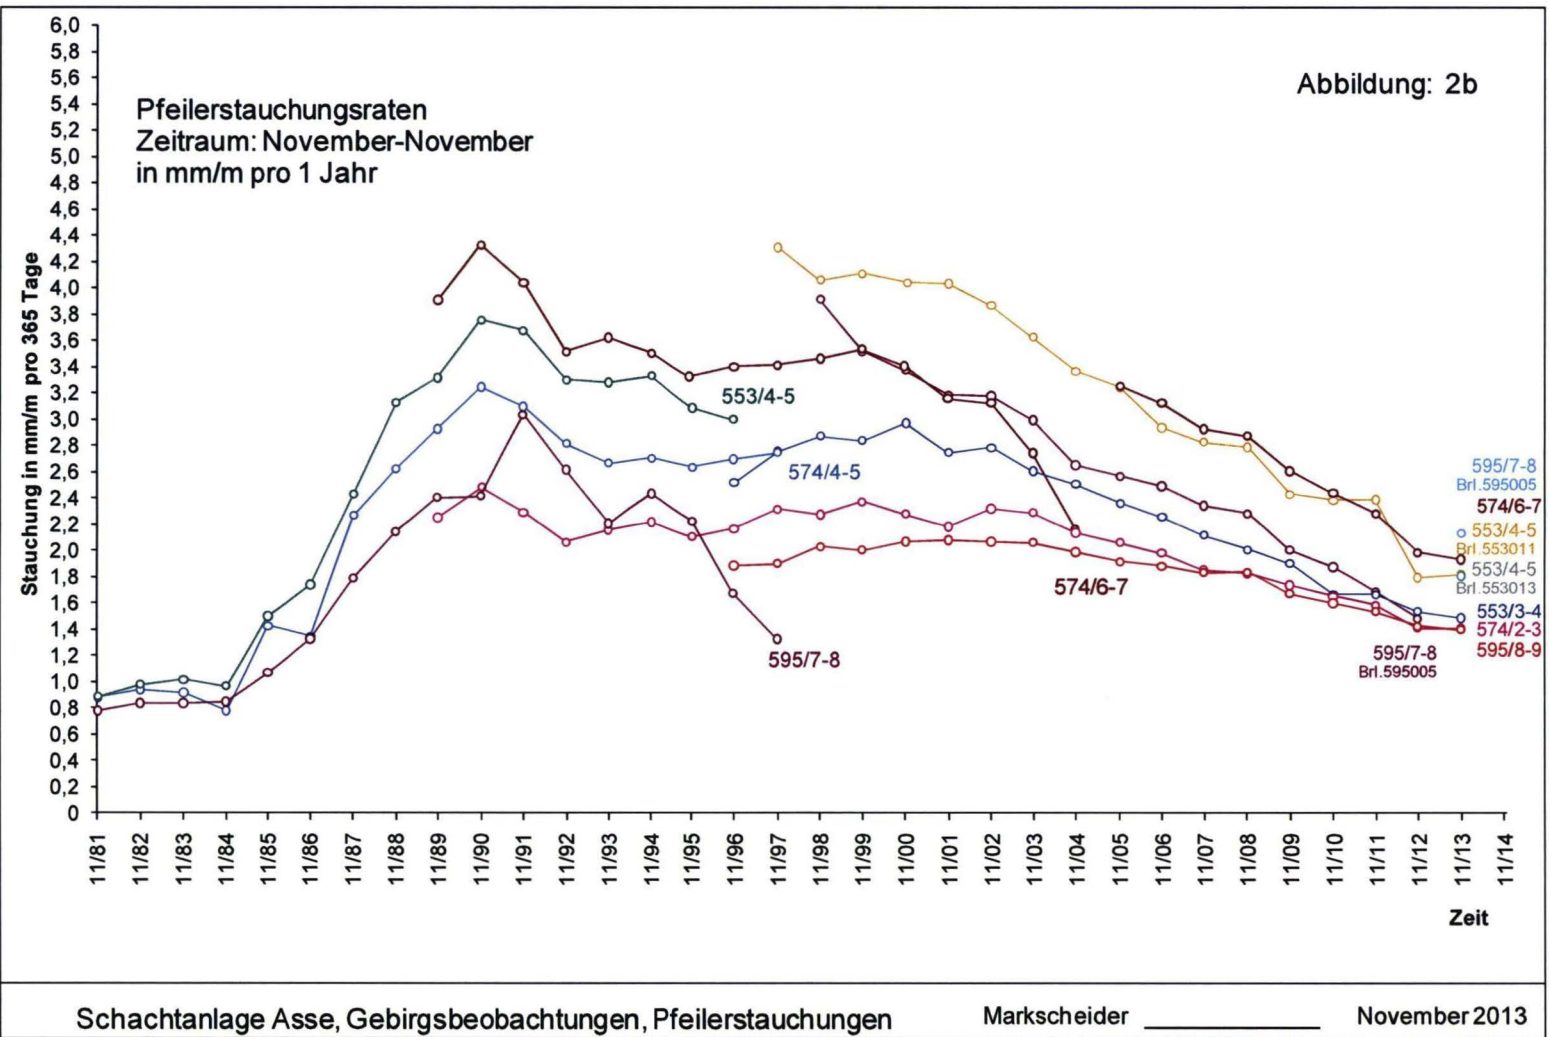

Abbildung 2b: Pfeilerstauchungsraten 553- bis 595-m-Sohle [mm/(m*a)]
- Abbildung 2b: Pfeilerstauchungsraten 553- bis 595-m-Sohle [mm/(m*a)]